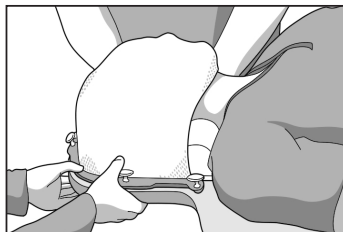

図3
5. 熱可塑性樹脂を上方に15～20 cm (6～8インチ) 引き伸ばしてから、デバイスの上に戻します (図3)。